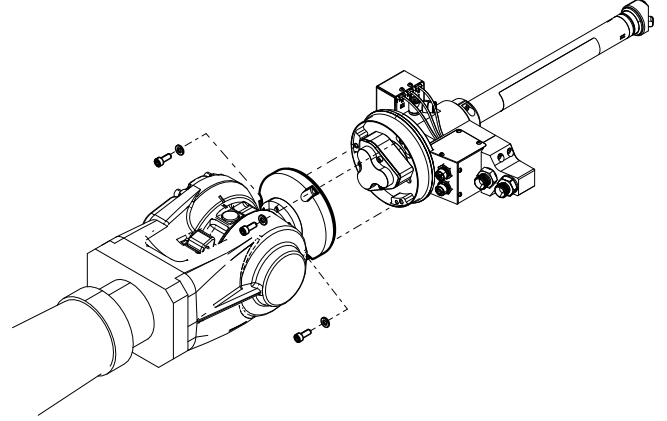

FIG. 8
5. Rakor muhafazasını (619) dönme önleyici barakete bağlayan vidaları çıkarın.
6. Switch Tip 3B Tabancayı robot montaj flanşına monte eden üç vidayı sökün. Bkz. FIG. 8.